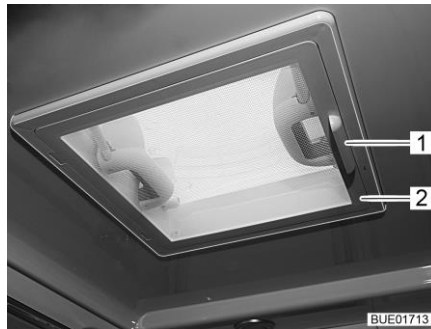

Fig. 61 Oblò a scatto
- Spingere la protezione contro gli insetti (Fig. 61,2) verso il basso utilizzando la maniglia (Fig. 61,1).